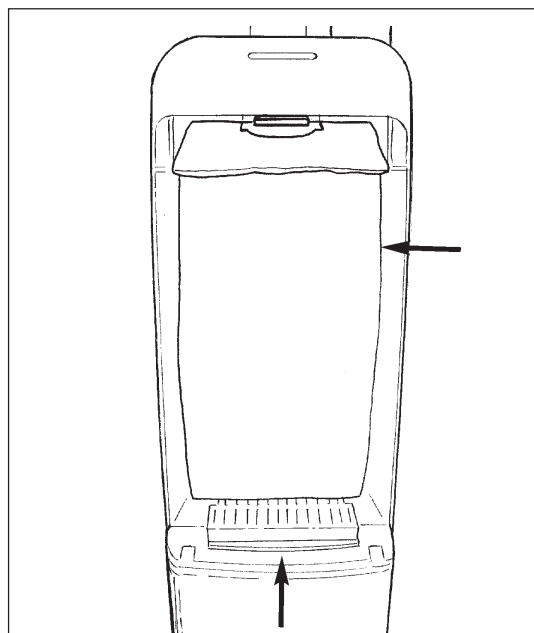

Figure 21
5. Remplacez la cartouche de filtre et le sac-filtre (voir figure 21).